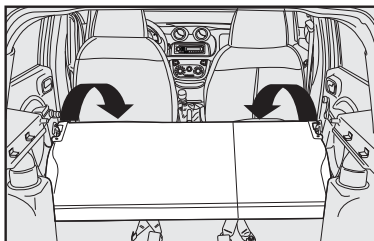

fig. 87
4) Incline hacia adelante el respaldo, haciendo pasar lateralmente los cinturones, hasta apoyarlos sobre el asiento trasero **fig. 87**.